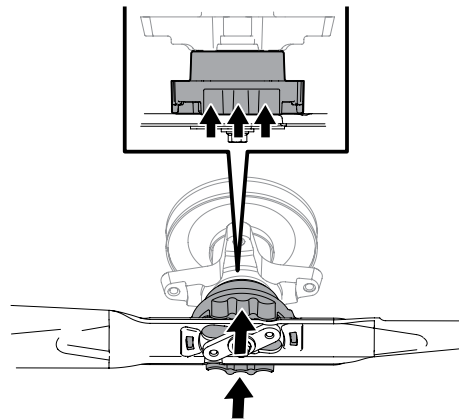

Figura 4-6
3. Empuje hacia arriba el collar de la cuchilla y sosténgalo. Ver Figura 4-6.